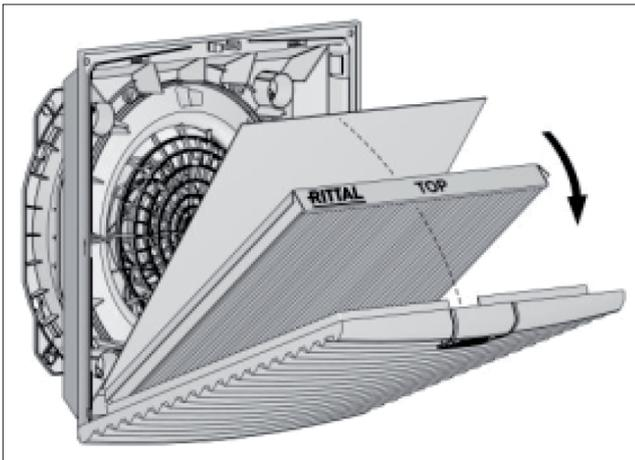

Fig. 9: Installazione del feltro plissettato IP55
■ Solo per IP55: posizionare il feltro assorbente fornito con i feltri plissettati per IP55 quando il feltro plissettato è già inserito (vedi fig. 9). La direzione di installazione del lato assorbente non è importante in questo caso.